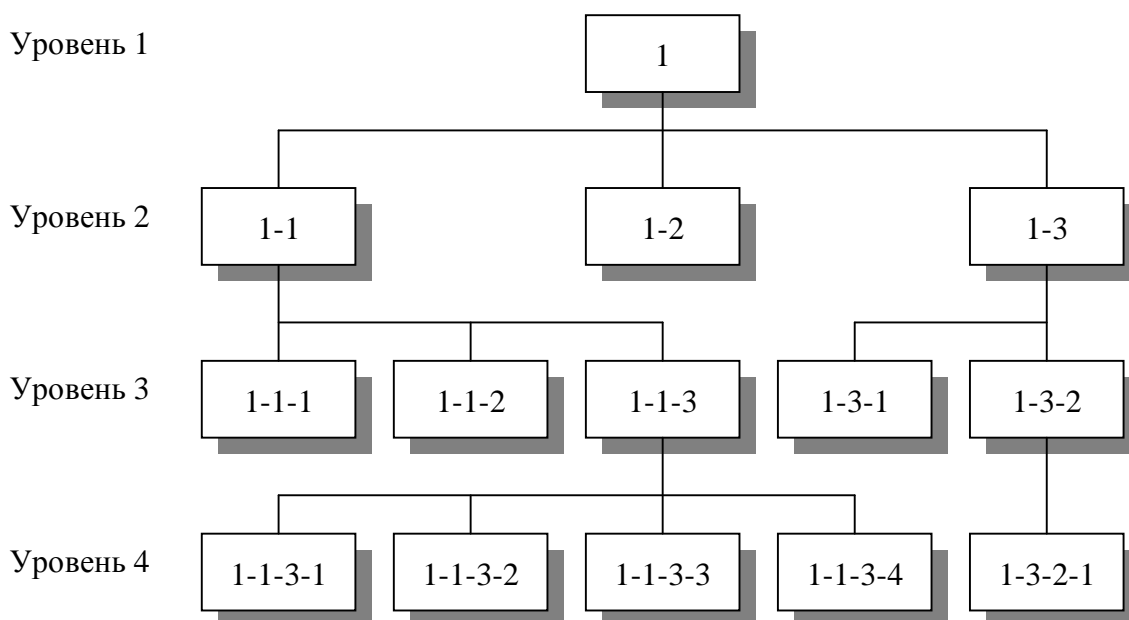

Рис. 140. Пример структуры базы данных **ADEM TDM**.
**Структура БДА** - упорядоченность объектов в виде дерева (графа), определяющего принадлежность одних объектов другим (см. Рис. 140). Для любой пары различных объектов существует одна и только одна цепочка, соединяющая эти объекты.
**Уровень объекта** - понятие, устанавливающее статус объекта в общей иерархии базы данных (см. Рис. 140).
Для работы с объектом его необходимо установить. Чтобы установить объект, необходимо установить все объекты более высокого уровня, которым принадлежит данный объект. Например (см. Рис. 140), чтобы установить объект **1-3-2**, необходимо сначала установить объекты **1**, **1-3** и только затем объект **1-3-2**.
Переход с объекта на объект также осуществляется через соответствующую цепочку. Например (см. Рис. 140), для того, чтобы перейти с объекта 1-3-2 на объект 1-1-3, необходимо сначала установить объект 1-1 (объект 1 уже установлен), а уже затем установить объект 1-1-3.
При операциях с объектами необходимо учитывать, что все действия с объектом высокого уровня автоматически выполняются со всеми принадлежащими ему объектами более низкого уровня. Например (см. Рис. 140), при копировании объекта 1-3 вместе с ним будут скопированы, с сохранением всей внутренней иерархии объекта 1-3, объекты 1-3-1, 1-3-2, 1-3-2-1; при удалении объекта 1-1 вместе с ним будут удалены объекты 1-1-1, 1-1-2, 1-1-3, 1-1-3-1, 1-1-3-2, 1-1-3-3, 1-1-3-4.